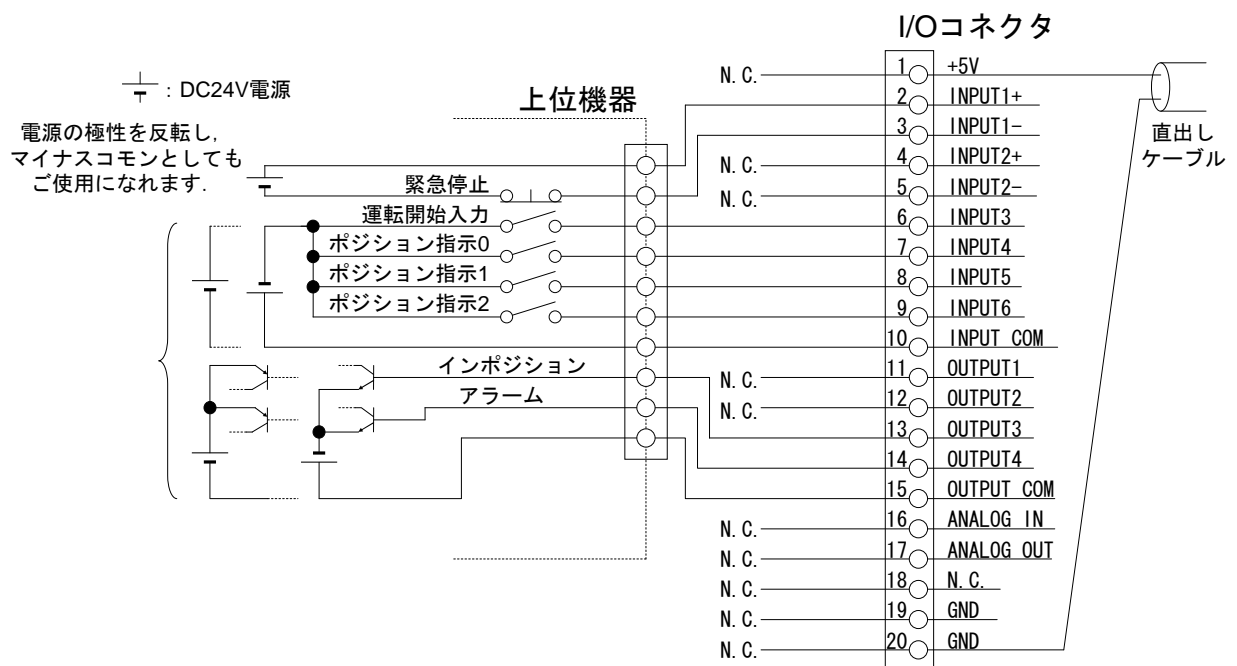
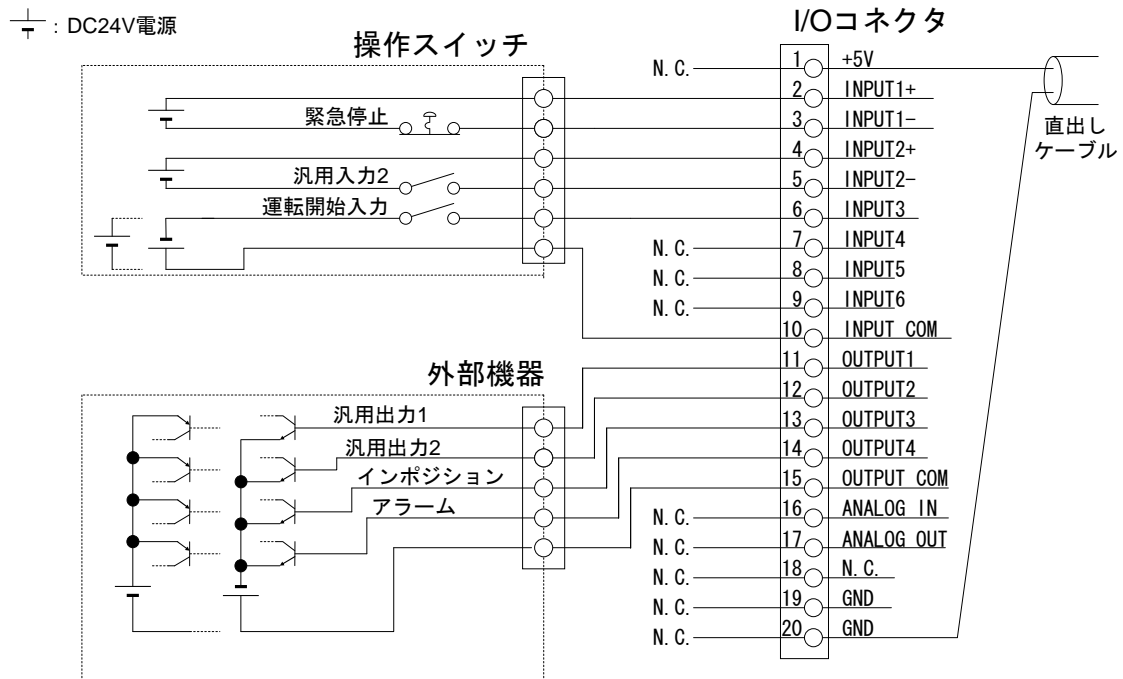

図 7.4 ポジション運転時 I/O コネクタ配線例
図 7.5 簡易プログラム運転時 I/O コネクタ配線例
- 配線例を図 7.4～図 7.5 に示します。ポジション運転および簡易プログラム運転の概要については、「5.3 外部機器構成」を参照してください。
- 図 7.4 および図 7.5 に配線例を示します